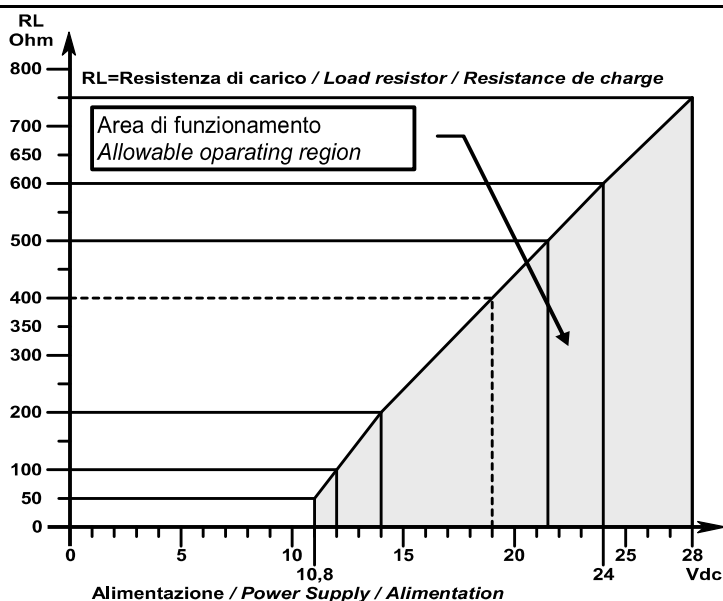

Fig. 4 - Alimentazione / Resistenza di Carico 4÷20mA
Dans le cas où l'on utilise également le signal de sortie en 4÷20 mA, il convient d'utiliser du câbles à écran à 3 conducteurs + les conducteurs pour les sorties relais. Si l'on utilise une alimentation 12Vcc la résistance maximale de charge (RL) sera de 50 Ω, si on utilise une alimentation 24Vcc la RL sera de 400 Ω (Fig.4).